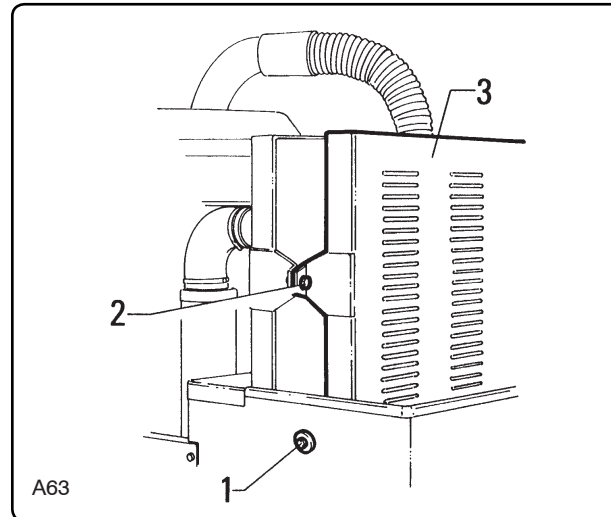

Fig. 8.5.3
- Inserire il filtro all'interno della camera filtrante "3" fig. 8.5.3, quindi montarvi il coperchio "1" e bloccarlo mediante i due ganci di chiusura "2".
8.5.2 - Sostituzione del filtro assoluto montato in soffiaggio fig. 8.5.3
- *Fit the filter into filtering chamber "3" fig. 8.5.3 then mount cover "1" and lock it in place with the two closing hooks "2".*
8.5.2 - Replacing the absolute filter fig. 8.5.3
- Remplacez le filtre à l'intérieur de la chambre filtrante "3" fig. 8.5.3, puis le couvercle "1" et bloquez avec les deux crochets "2" de fermeture.
8.5.2 - Remplacement du filtre absolu monté en soufflage fig 8.5.3
- *Den Filter in die Filterkammer "3" Abb. 8.5.3 legen und den Deckel "1" darauf montieren, um ihn mit den beiden Verschlussclips "2" zu blockieren.*
8.5.2 - Ersetzen des absoluten Filters in der Druckleitung (Abb. 8.5.3) (nur Export)